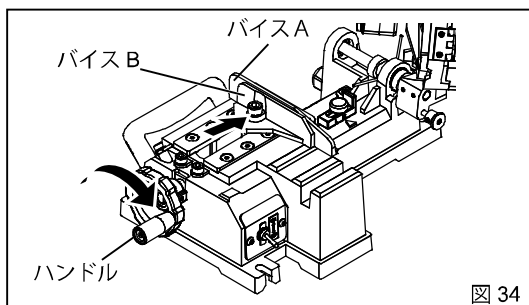

図 34
5. 切断終了 (図 34)
- ① バイス B がバイス A に当たる状態にしハンドルを軽く時計方向に回して固定します。